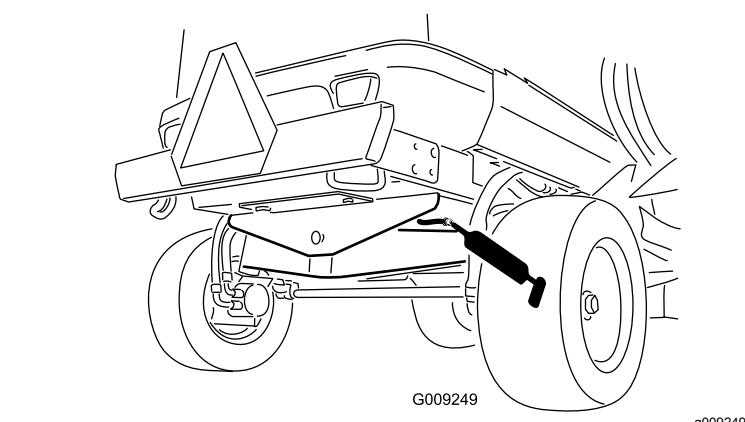

Figura 71
- 1 casquillo da articulação do eixo traseira (Figura 71)